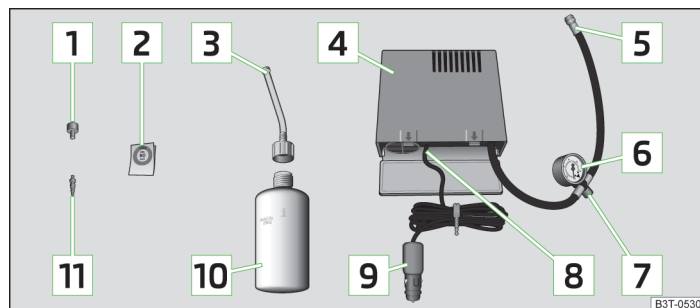

Fig. 186 Composants du kit de dépannage
- Collez l'autocollant **2** » fig. 186 à la page 238 sur le tableau de bord dans le champ de vision du conducteur.
- Secouez énergiquement le flacon de produit de colmatage des pneus **10** » fig. 186 à la page 238 pendant quelques secondes.
- Vissez fermement le flexible de gonflage des pneus **5** » fig. 186 à la page 238 du gonfleur sur la valve du pneu.